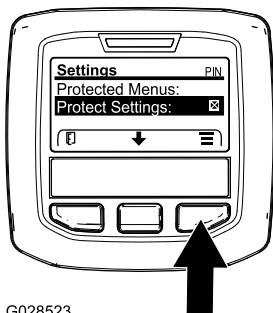

Figure 47
1. Accédez au menu protégé et déverrouillez le sous-menu des réglages protégés (Figure 47) ; voir Accès aux menus protégés \(page 30\).